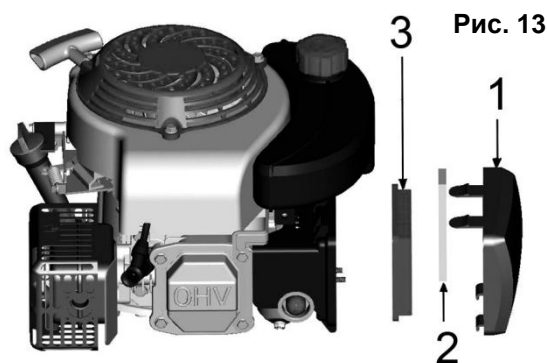

Рис. 13
- Снимите крышку воздушного фильтра (1)(См. Рис.13), нажав на ее боковые стороны.
- Извлеките губчатый фильтрующий элемент (2)(См. Рис.13).
- Бумажный картридж (2)(См. Рис.13), замените новым или продуйте сжатым воздухом.